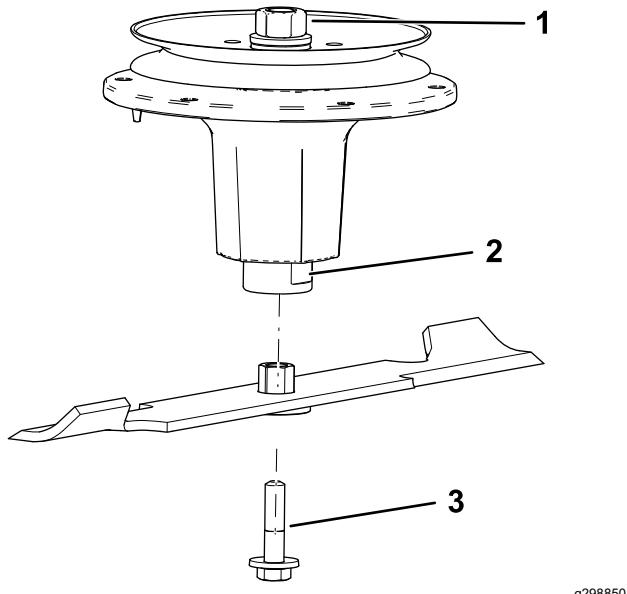

Figura 76
- Instale el conjunto de buje/cuchilla en el eje (Figura 76).